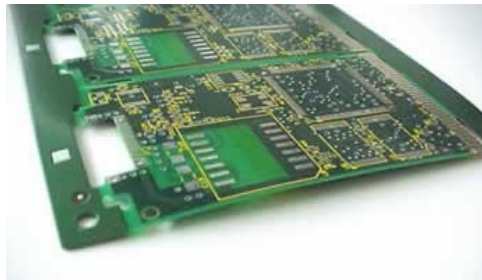
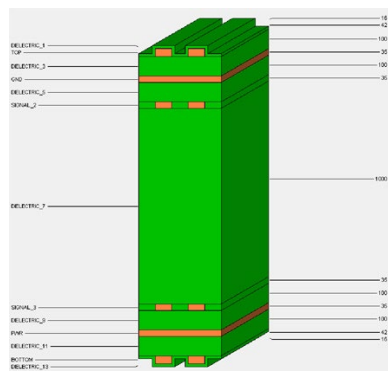

Figure 2 Circuit imprimé qui a tordu après le passage dans le four1
Figure 3 Exemple d'empilement de couches bien balancé2
- c) Ordre des couches : L'ordre des couches de métallisation doit suivre certaines règles pour empêcher le circuit imprimé de tordre lors de son passage dans le four à convection (étape de soudure) (Figure 2). En outre, il faut avoir une certaine symétrie des plans de retour de courant et d'alimentation par rapport au centre du circuit imprimé. L'objectif est d'avoir une masse thermique répartie à la verticale. La Figure 3 présente un empilement symétrique 6 couches. Une inversion des deux premières couches permettrait au circuit de refroidir plus rapidement sur le dessus que sur le dessous et le circuit courbera du côté qui refroidit plus rapidement.